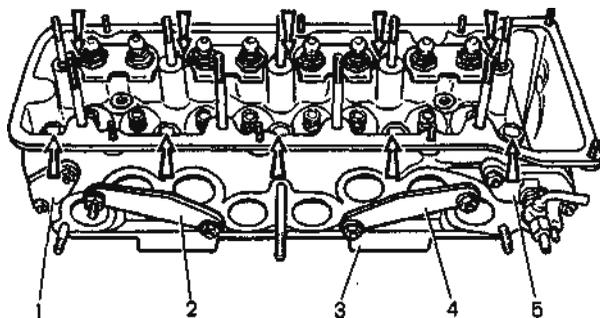

Рис. 2.28. Проверка герметичности головки цилиндров на приспособлении А.60334: 1, 2, 4 – заглушки; 3 – плита приспособления;
– установите на головке детали, входящие в комплект приспособления А.60334 (рис. 2.28);